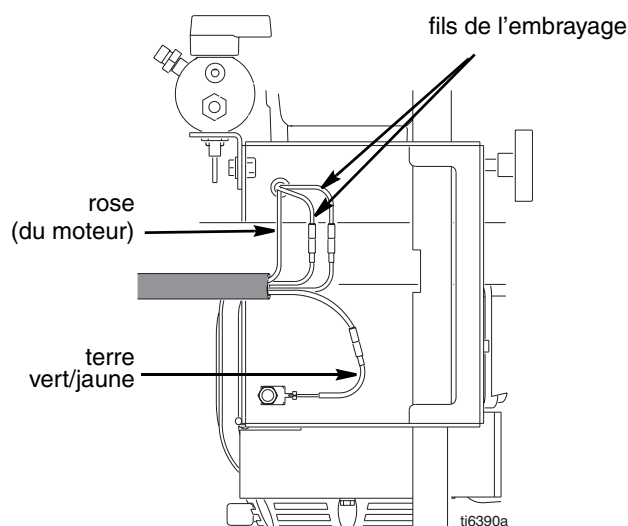

FIG. 12
2. FIG. 12. Débrancher tous les câbles nécessaires.
3. FIG. 12. Effectuer le câblage nécessaire.